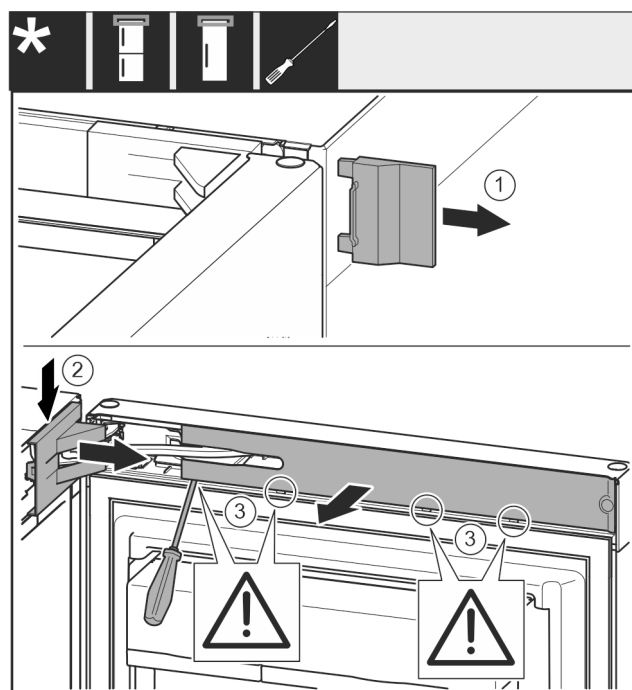

Fig. 7
- Retirer le cache Fig. 7 (1).
- Dégager et désolidariser le cache du support de palier Fig. 7 (2).
- Retirer le cache du support de palier Fig. 7 (2).
- Dégager le cache Fig. 7 (3) au moyen d'un tournevis plat et le faire pivoter sur le côté.